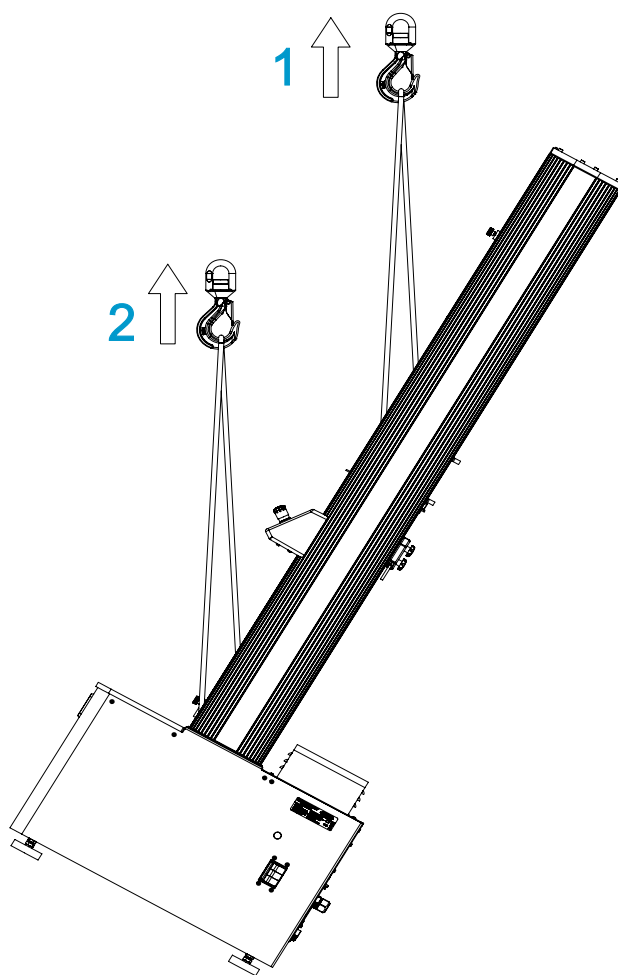

Figura 18. Elevación del bastidor usando una grúa
Consulte Figura 18 en la página 68.
2. Enganche las dos eslingas de elevación a la cruceta y fíjelas al gancho de la grúa como se muestra en la Figura 18 en la página 68. Si se emplean cadenas en lugar de eslingas de elevación, envuelva material de protección alrededor de la cruceta para protegerla de raspaduras y daños. Las cadenas también pueden ocasionar daños en otras piezas del bastidor, como la placa superior, por ejemplo; asegúrese de envolver todos los componentes vulnerables con material protector.
3. Coloque dos pernos de elevación M16 en la base del bastidor y fije dos eslingas adicionales en los pernos, como ilustra Figura 18 en la página 68.
Leyenda de la Figura 18